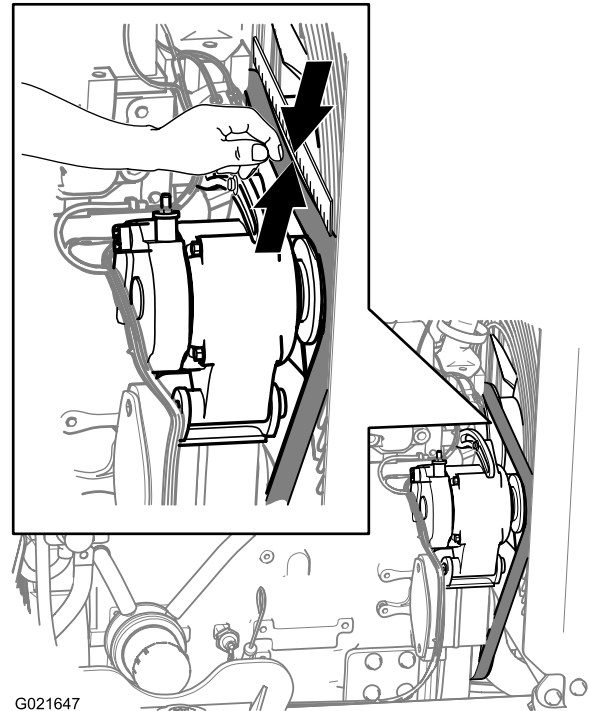

Bild 144
3. Prüfen Sie den Riemen auf Schnitte, Risse, lose Stränge, Fett, Öl, Verdrehungen oder Zeichen ungewöhnlicher Abnutzung (Bild 144).
3. Legen Sie eine gerade Kante über den Treibriemen und über die Riemenscheiben, siehe Bild 144.
4. Drücken Sie in der Mitte zwischen der Lüfterriemenscheibe und der Riemenscheibe der Lichtmaschine auf den Riemen, wie in Bild 144 abgebildet.